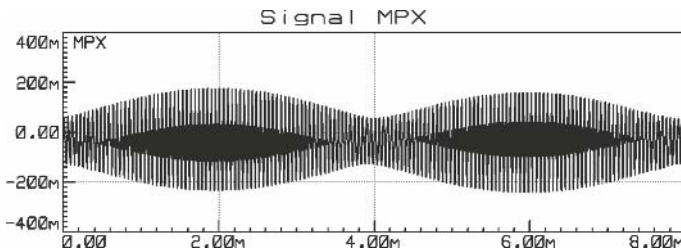

Figure 7.9
**Tentatoo** – Nous n'allons pas procéder ainsi, et au contraire, nous allons faire en sorte que la porteuse 38 kHz soit présente. Pour être plus précis, nous allons moduler notre porteuse 38 kHz avec un signal basse fréquence, de l'ordre de 100 à 150 Hz, possédant une faible amplitude. Si la porteuse 19 kHz est en phase avec le signal 38 kHz, nous allons voir quelque chose qui ressemble à la **figure 7.9**.
**Tentatoo** – Oui, si vous obtenez à l'écran une forme qui ressemble à la figure 7.9 vue précédemment.